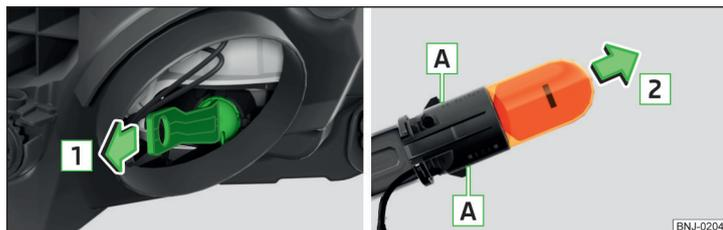

Fig. 214 Substitua a lâmpada incandescente do pisca-pisca
- › Extrair a ficha com a lâmpada incandescente com movimentos oscilantes no sentido da seta **1** » Fig. 214.